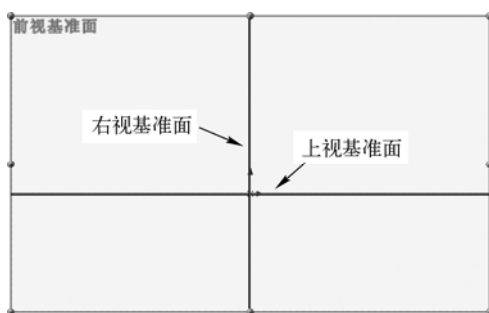

图 2-2 系统默认基准面
(1) 选择菜单栏中的“插入”→“草图绘制”命令，或者单击“草图”工具栏中的（草图绘制）按钮，或者直接单击“草图”工具栏中要绘制的草图实体，此时图形区显示的系统默认基准面如图 2-2 所示。
(2) 单击选择图形区 3 个基准面中的一个，确定要在哪个平面上绘制草图实体。
(3) 单击“标准视图”工具栏中的（正视于）按钮，旋转基准面，以方便绘图。